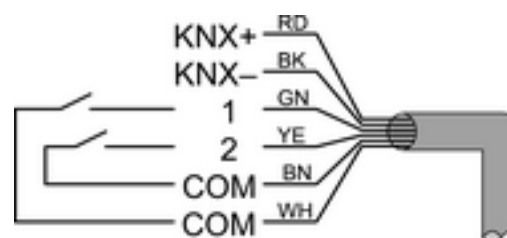

Figura 3
- Dado el caso, conectar los contactos libres de potencial a las entradas (figura 3).